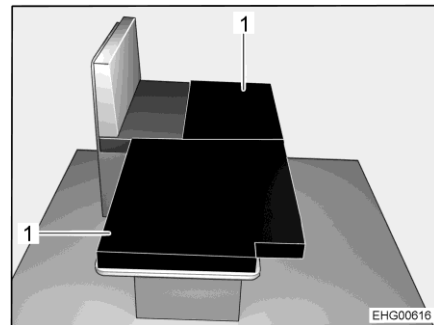

Fig. 34 Après la transformation
- Placer les deux coussins supplémentaires (Fig. 34,1) comme illustré sur la table abaissée.